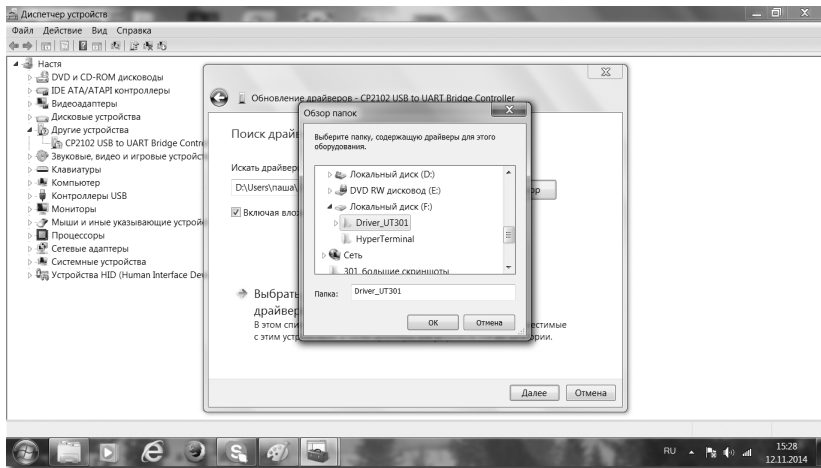
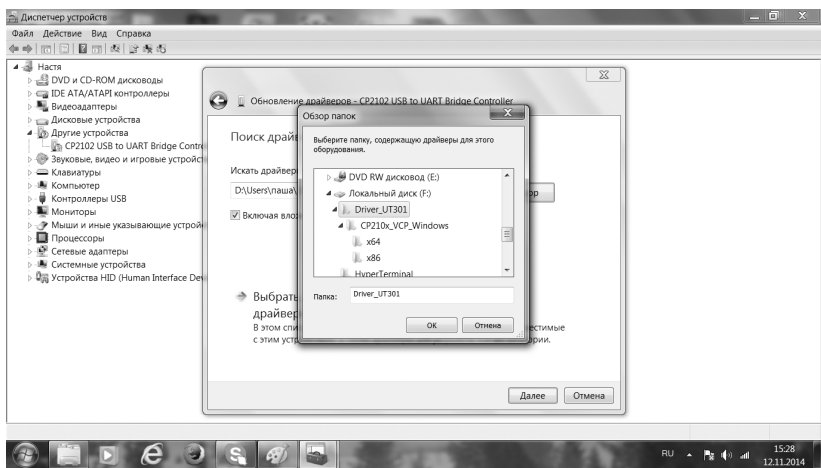

Рис. 9
Рис. 10
3.8. Т. к. файлы драйвера находятся на съемном накопителе, кнопкой «Обзор»/«Выбрать файл» переходим к его месторасположению на ПК и выбираем папку под названием «Driver_UT301» (рис.9). Нажимаем «OK» (рис.10).